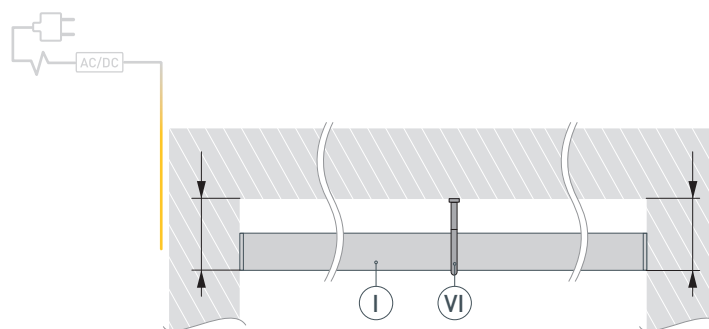
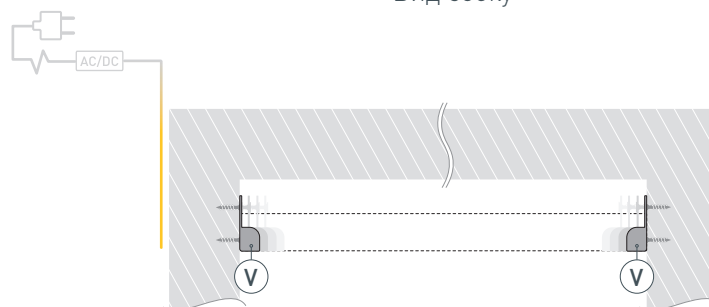

Рис. 2.
Рис. 3.
- 4 / Приложите профиль ① к поверхности так, чтобы жесткий подвес ⑥ плотно прилегал к верхней поверхности, как показано на рис. 2. Отметьте места, где должны будут располагаться настенные держатели ⑤ и отложите профиль ①. Закрепите настенные держатели ⑤ на противоположных боковых поверхностях, как показано на рис. 3.